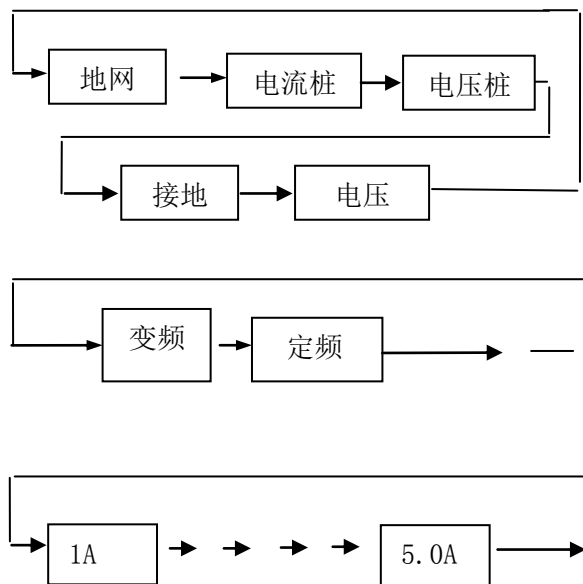

图 5
- 3) 在光标当前所示项目，按 **▼ ▲** 键键可进行该项菜单的变更，并循环指示，流程见图 5 所示。